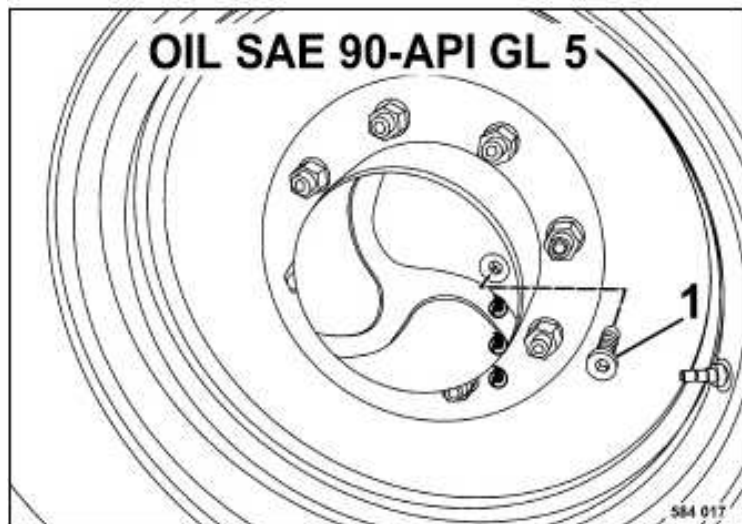

Fig. 104
- Estacionar la máquina de forma que el tapón de cierre 1 (Fig. 104) se encuentra en posición horizontal.